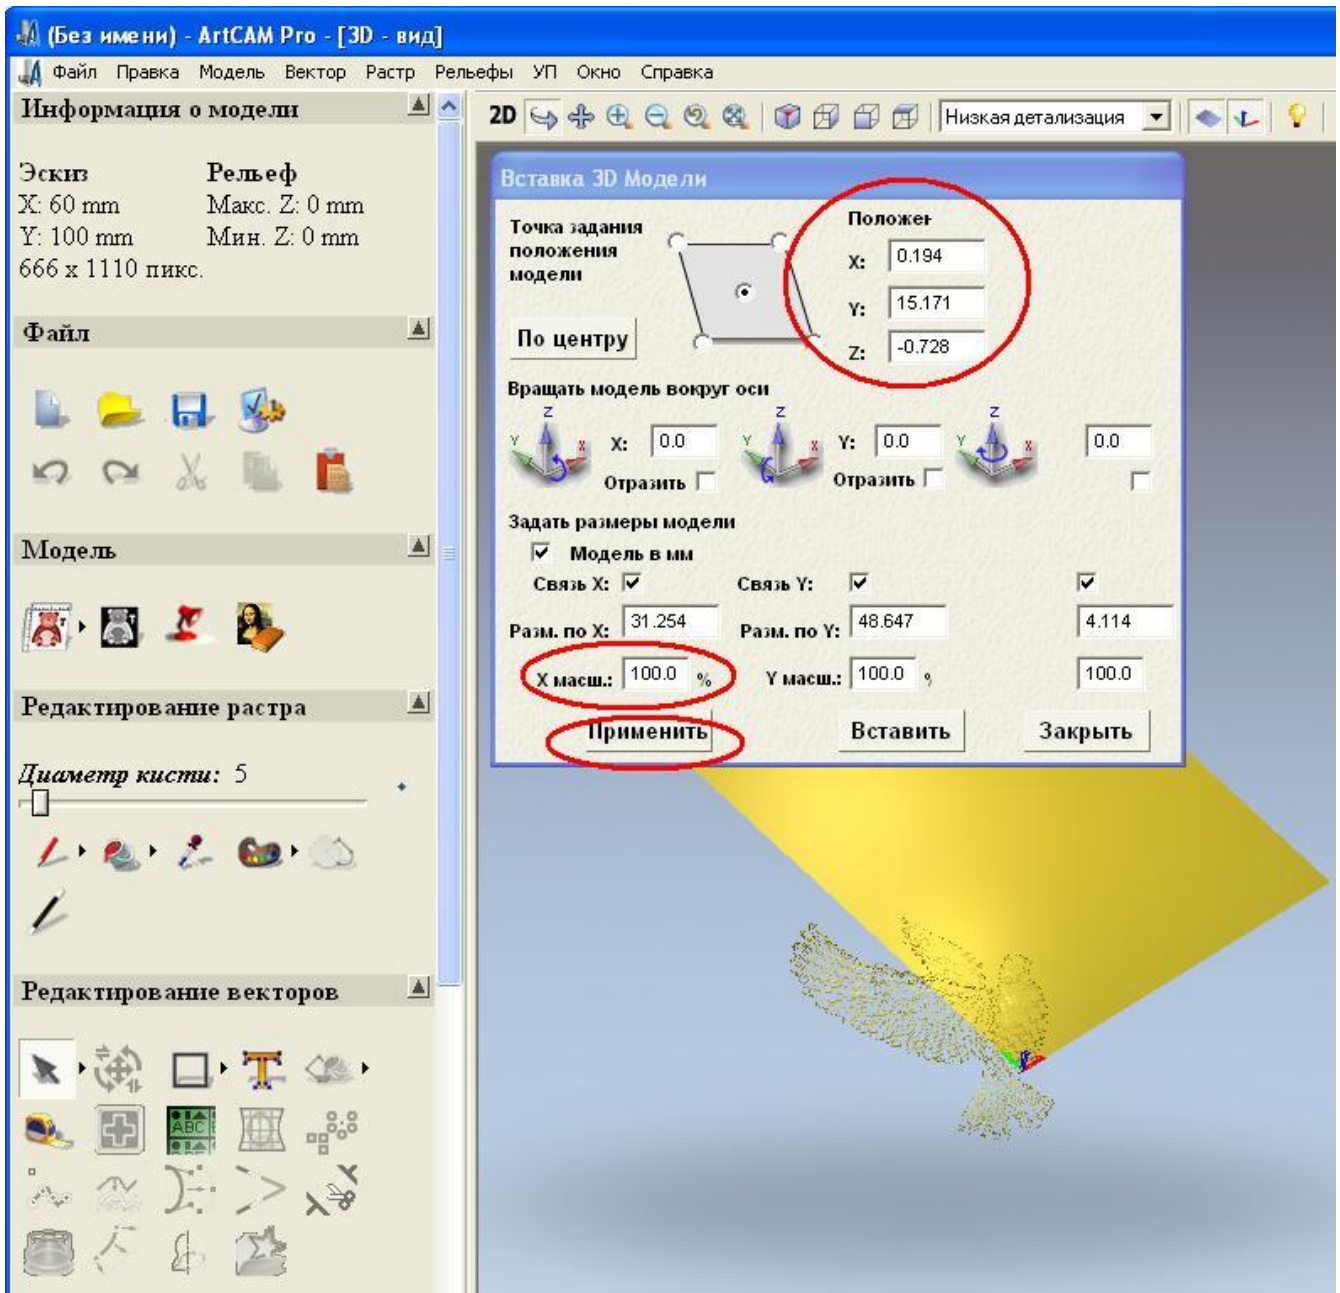

Рисунок 4
4. Выбираем нужный файл и нажимаем «Открыть», в открывшемся окне «Вставка 3D Модели», рисунок 4.